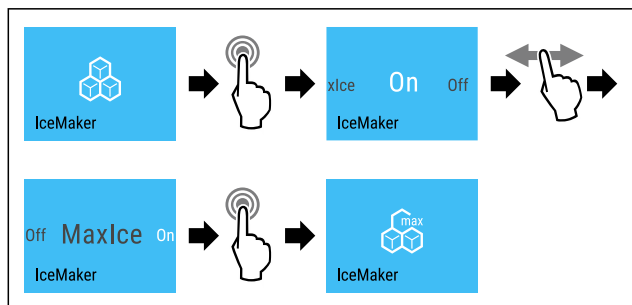

Fig. 21
- ▶ Genomför stegen (se Fig. 21) .